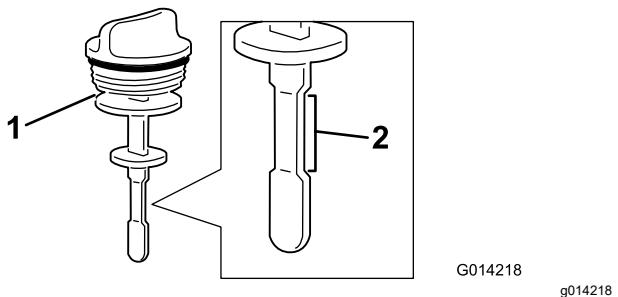

Figura 141
4. Retire la varilla del cuello de llenado y compruebe el nivel de fluido (Figura 141).